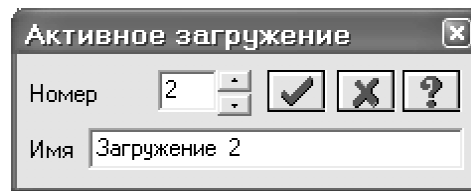

Рис.2.10. Диалоговое окно **Активное загрузке**
- Смените номер текущего загрузки, вызвав диалоговое окно **Активное загрузке** (рис.2.10) с помощью меню